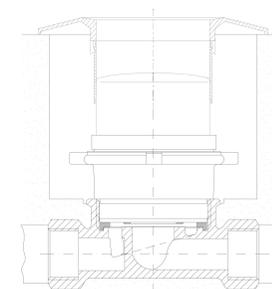

Abb. 3
- 2.13. Rosette auf die Zählwerkshaube bis zum Anschlag schieben (siehe Abb. 3).